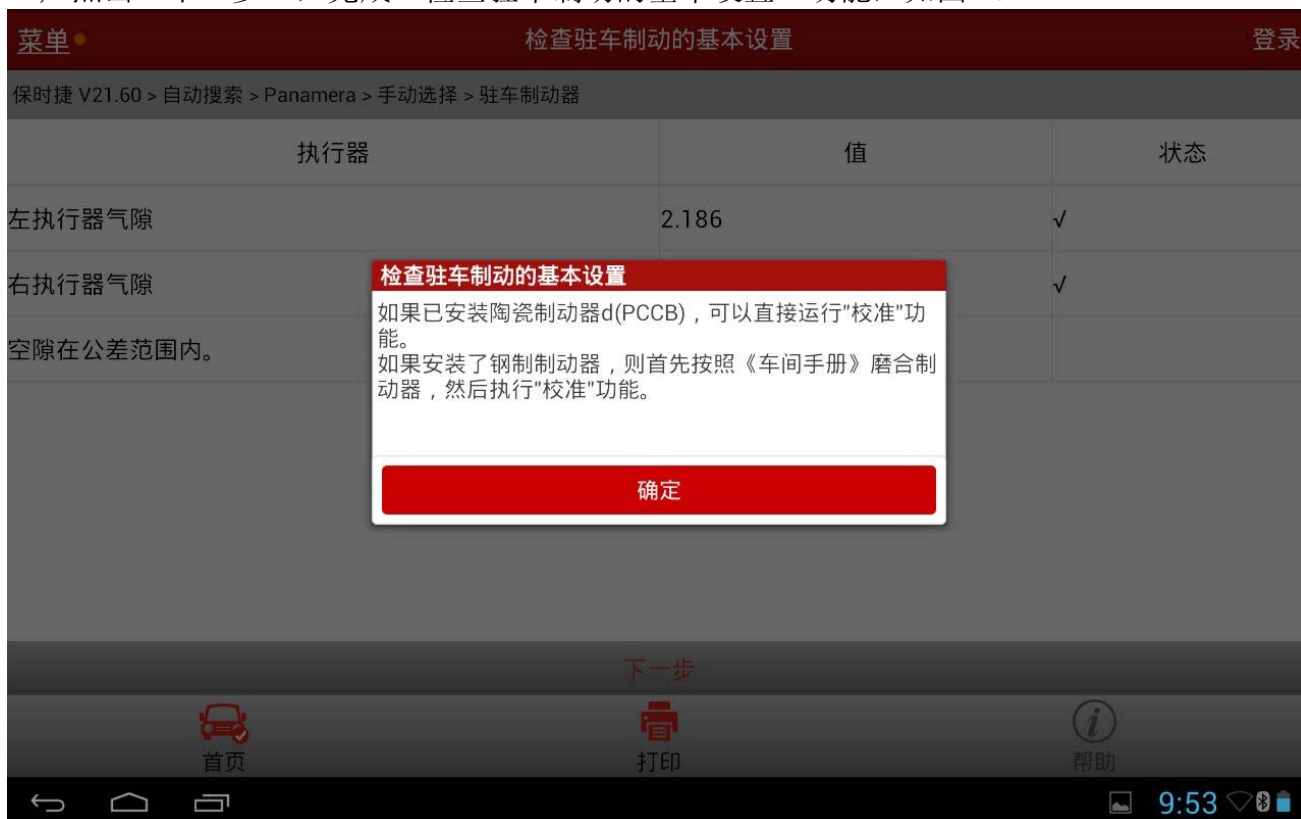

图 8
11). 点击“下一步”，完成“检查驻车制动的的基本设置”功能，如图 8。
- 13). 更换刹车片后必须进行磨合，此功能相当于自适应学习，仪表盘会提示 “驻车系统进入维修模式”，此功能必须 1 个人开车，1 个人操作解码器软件，对场地条件也有严格要求，操作人员务必做好充分的准备。按照解码器软件提示行驶速度及时间和停止时间 8 次正确操作后，解码器软件提示磨合成功并写入控制单元如图 8；